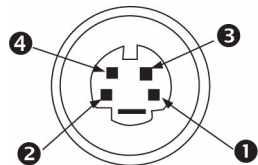

Figura 4.2 Saída de pinos da ligação Y/C
Existe um (1) conector do tipo mini-DIN para a entrada de S-Vídeo (Y/C) (ver Figura 4.2) no painel posterior.